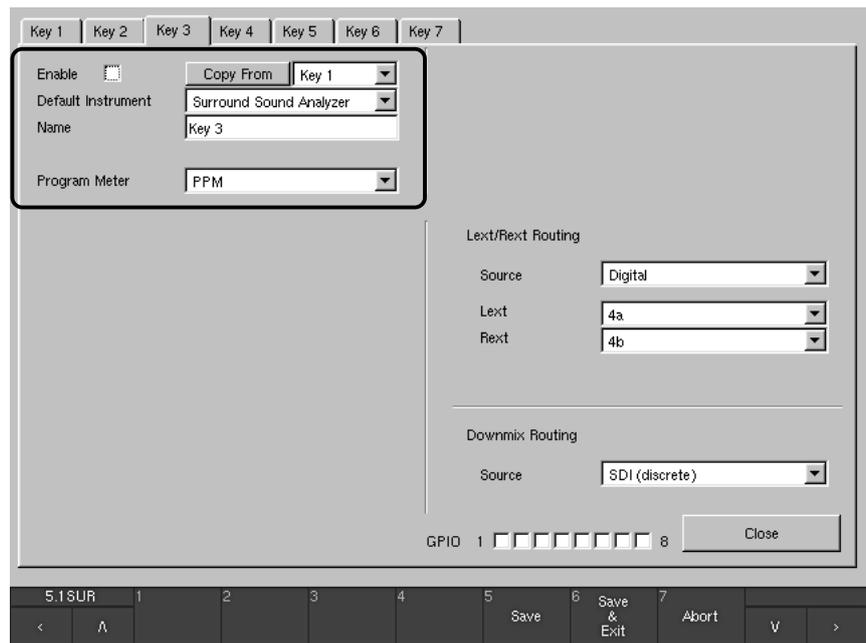

Bild 6-24: Beispiel für deaktivierte „Key“-Menü-Seiten bzw. deaktivierte Sub Presets
- **„Enable“** (siehe Bild 6-24)  (nur verfügbar auf den Menü-Seiten für **Key 2** bis **Key 7**)